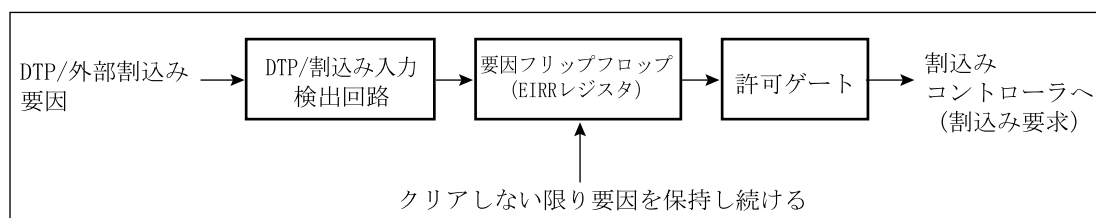
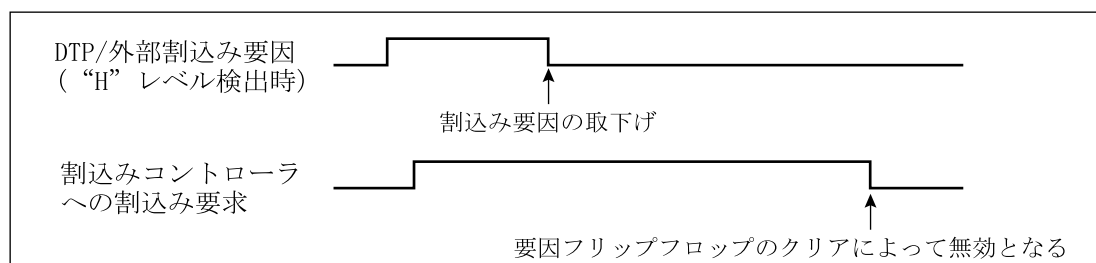

図 14.6-1 レベル設定時の要因保持回路のクリア
図 14.6-2 割込み要求出力許可時のDTP / 外部割込み要因と割込み要求
- 要求レベル設定レジスタ（ELVR）の設定がレベル検出の場合は，割込み要求となるレベルが入力されると，図 14.6-1に示すように，DTP / 割込み要因レジスタ（EIRR）内部の要因フリップフロップに"1"がセットされ，要因を保持し続けますので，割込み要因を取り下げ後も，割込みコントローラへの要求は出力されたままとなります。割込みコントローラへの要求を解除するには，図 14.6-2に示すように，外部割込み要求フラグビット（EIRR:ER7～ER0）を"0"に設定し，要因フリップフロップを"0"にクリアしてください。